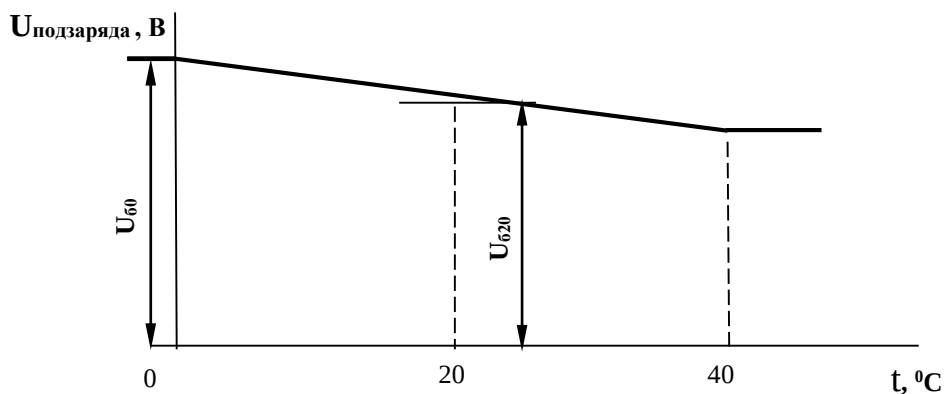

Рис.1
- В ИБЭП обеспечивается корректировка напряжения постоянного подзаряда в зависимости от температуры АКБ в соответствии с ниже приведённой характеристикой (рис.1), которая задаётся пользователем с помощью установки значений **U60** и **U620** в меню «Установки».